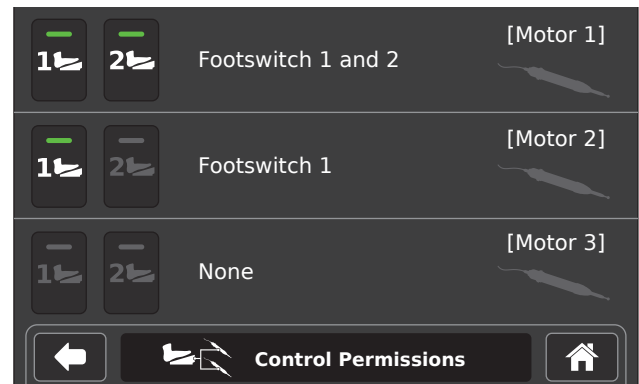

Figure 16 – Écran Autorisations
2. Pour chaque moteur connecté, définir les autorisations selon les besoins (Figure 16).